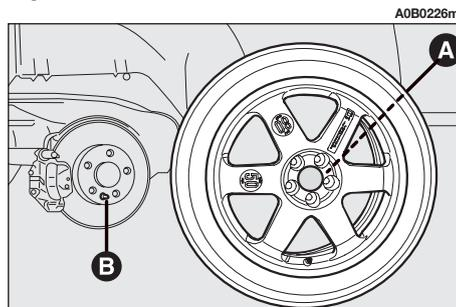

fig. 7
- Montare il ruotino facendo coincidere uno dei fori (**A-fig. 7**) con il relativo perno di centraggio (**B-fig. 7**).
– Montare la ruota di uso normale tenendo presente che il perno (**B-fig.7**) deve coincidere con uno dei fori (**A-fig.7**).
– Serrare a fondo i bulloni secondo l'ordine rappresentato in precedenza per il ruotino di scorta **fig. 7**.
– Abbassare la vettura ed estrarre il cric; quindi serrare a fondo i bulloni come descritto in precedenza per il ruotino (**fig. 7**).